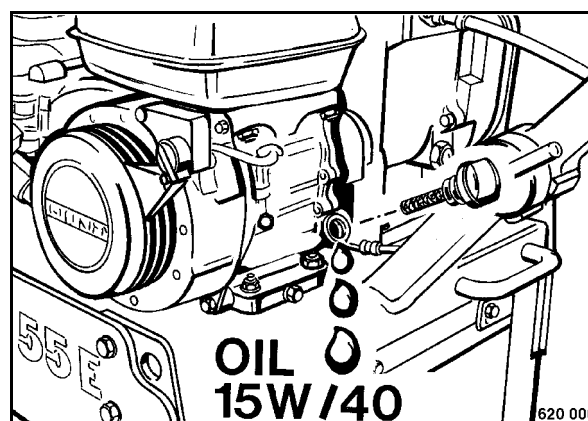

рис. 28
- Вывинтить маслоналивную пробку 1 (рис. 28).